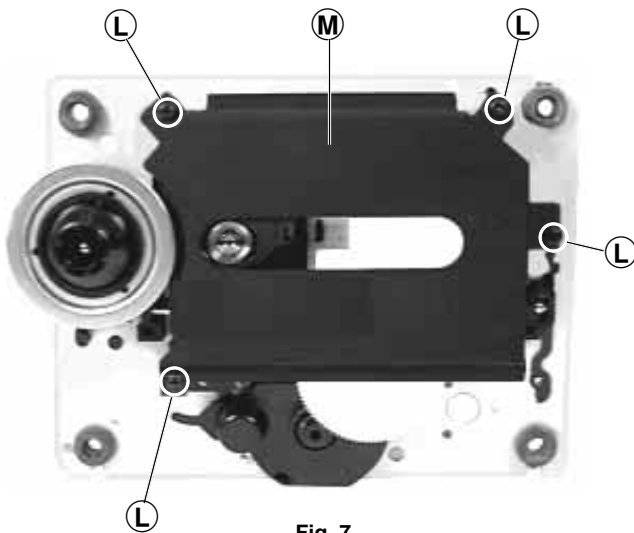

Fig. 7
- 4 Schrauben **L** herausdrehen und Abdeckblech **M** abnehmen (Fig. 7).
- Undo 4 screws **L** and remove the cover plate **M** (Fig. 7).